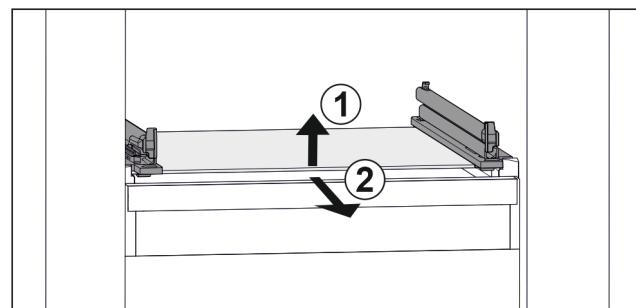

Fig. 26 Primjerni prikaz staklene ploče
- Staklenu ploču podignite sprijeda. Fig. 26 (1)
- Izvadite staklenu ploču prema naprijed. Fig. 26 (2)